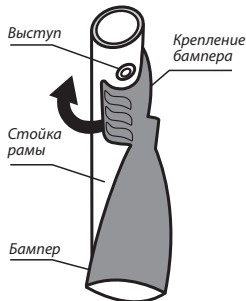
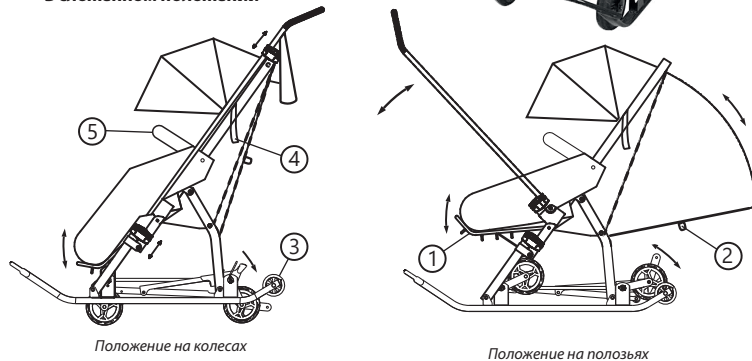

Рис. 4 Крепление бампера
Рис. 1 Коляска арт. НДТ6-ДМ
- установить подножку (1) (см. рис. 1) в одно из трех положений в зависимости от возраста ребенка и положения спинки;
4.2. Регулировка угла наклона спинки осуществляется за счет фиксатора ремешков спинки (2) (см. рис. 1).
4.4. Для удобства перемещения ребенка коляска имеет перекидную ручку. Для изменения ее положения поднимите фиксатор на ручке, поверните ручку, закрепите фиксатор на стойке (см. рис. 1).
4.5.3 Для кратковременного перемещения по твердому покрытию, наклоните коляску до опоры на колеса (3) (см. рис. 1).
4.8 Для удобной транспортировки коляски используйте ремень-фиксатор (4) (см. рис. 1).
4.9 В коляске предусмотрено быстроремное страховочное ограждение для ребенка (бампер) (5) (см. рис. 1), он крепится за стойки рамы с внутренней стороны (см. рис. 4). Выступ на раме должен попасть в отверстие на креплении бампера.